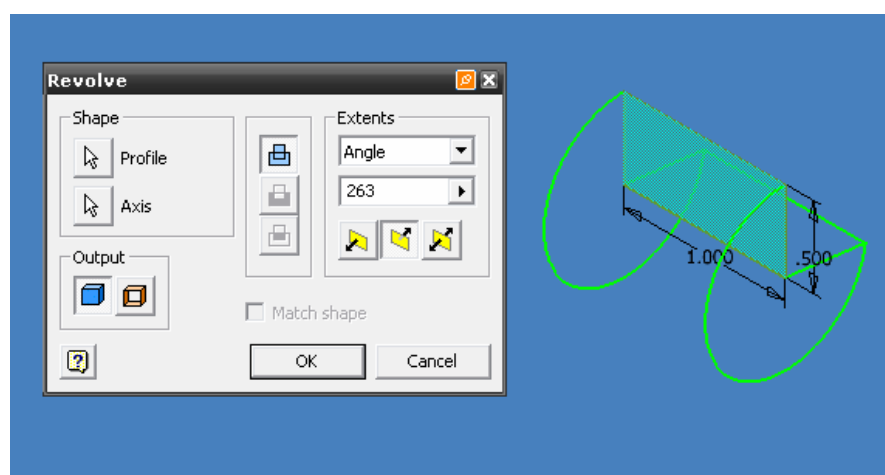

Figura 3.29 Vista previa de un solido generado por revolución.
- Seleccione el eje en donde se dará la revolución, inmediatamente su boceto generara un giro de 360 grados ya que se encuentra predeterminado en modo FULL (completo), si desea cambiarlo, cambie la pestaña del menú EXTENS (extensión) por la de ANGLE (ángulo) e indique el ángulo de revolución, como se muestra en la figura 3.29.